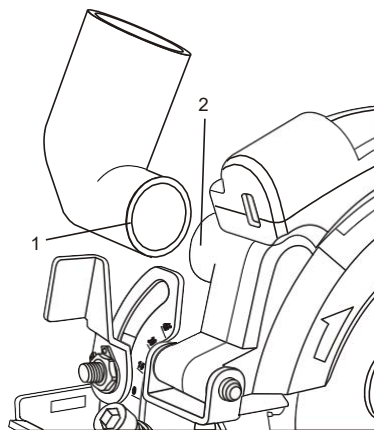

FIG. 6
1. Placez la petite extrémité de l'adaptateur (1) sur l'orifice d'aspiration (2) sur le boîtier de la lame (Fig. 6).